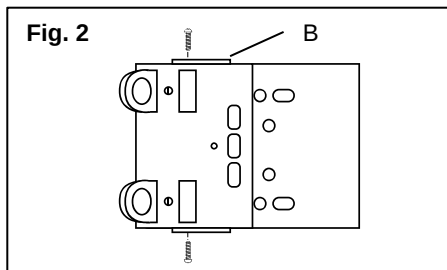

Fig. 2
2. Placez les **ensembles porte-lampe** dans les fentes à la fin du canal. (Fig. 2)
3. Insérez les **languettes** (B) de chaque **ensemble** piste dans les fentes correspondantes du **corps de l'appareil**. (Fig. 2)
4. Montez les **ensembles porte-lampe** sur le **corps de l'appareil** à l'aide de deux **vis d'assemblage**; un de chaque côté de le **ensemble**. (Fig. 2)